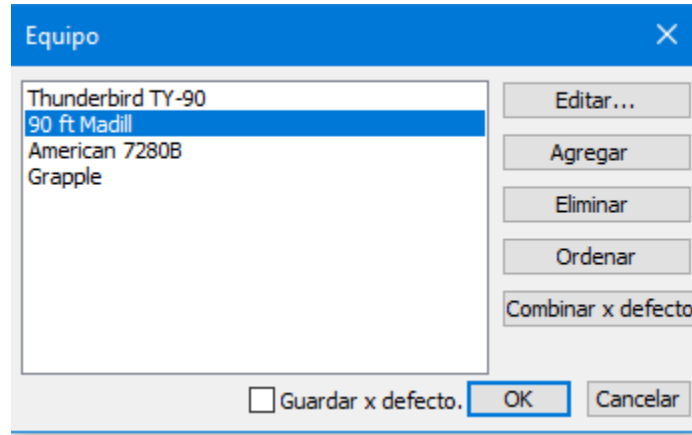

Figura 2-1: Equipo
2. Seleccione la pestaña *Análisis de Cable*, luego haga clic en el botón de *Equipo* . El cuadro de diálogo de Equipo debe aparecer, ver la Figura 2-1: